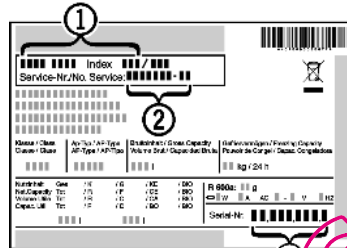

FIG. 8
- ▶ Relever la désignation de l'appareil *Fig. 8 (1)*, le n° de service *Fig. 8 (2)* et le n° de série *Fig. 8 (3)* sur la plaquette signalétique. Cette plaquette se trouve sur la paroi intérieure gauche de l'appareil.
- ▶ Informer le S.A.V. et lui communiquer la panne, la désignation de l'appareil *Fig. 8 (1)*, le n° de service *Fig. 8 (2)* et le n° de série *Fig. 8 (3)*.